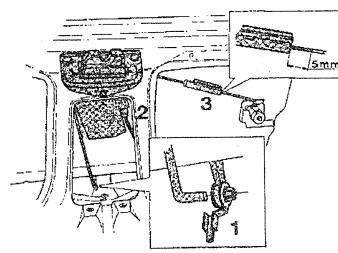

Рис.6.49.
50. См. рис.6.49. Удалить винт в усилении и с помощью ключа повернуть замок в правильное положение, чтобы удалить цилиндр.